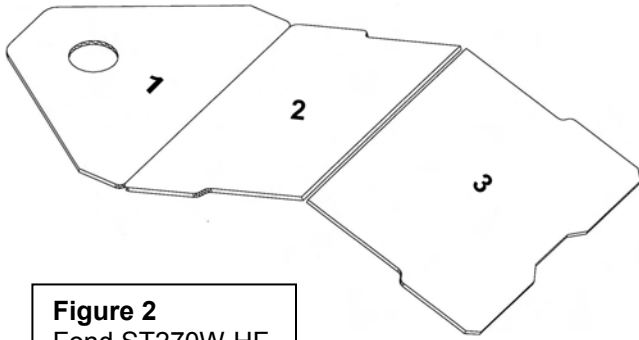

Figure 2
- 1 - Positionner le fond en respectant l'ordre indiqué sur la figure 2 ou 3 suivant le modèle :